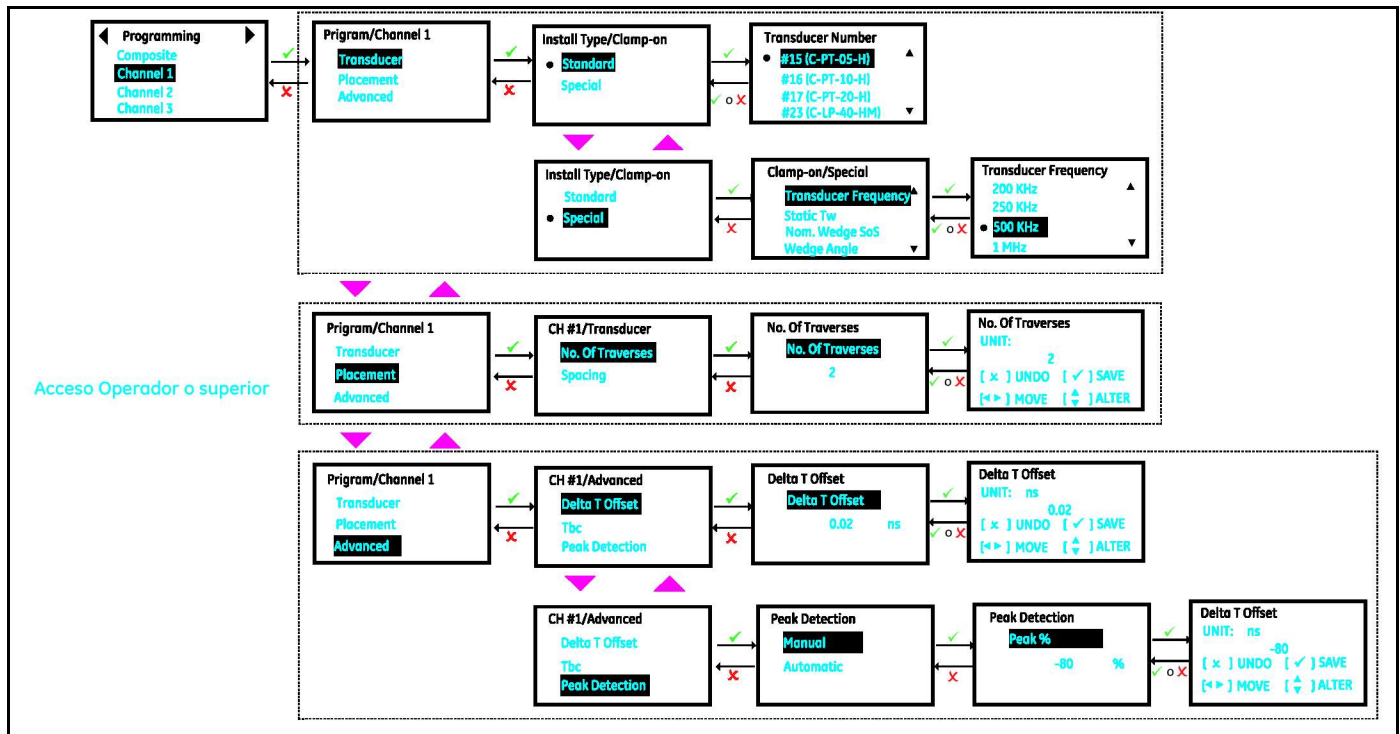

Figura 75: Programación de canales (Transductor, Sujeción y Avanzada)
1. Consulte la Figura 75, seleccione **[Placement]** y pulse **[ENTER]**.